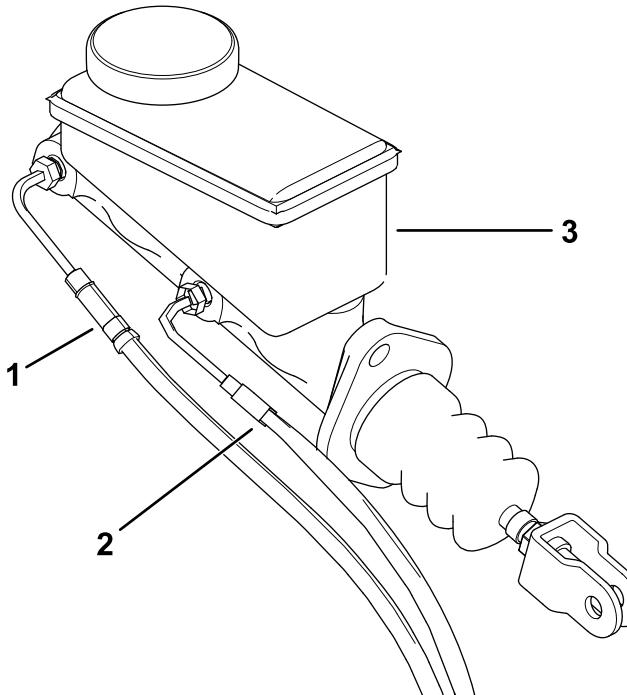

**Figura 4**
4. Retire os parafusos de cabeça flangeada (3/8 x 1 pol.) que prendem o conjunto da maxila do travão à manga do eixo (frente da máquina) e eixo (traseira da máquina) e retire o conjunto da maxila do travão (Figura 4).